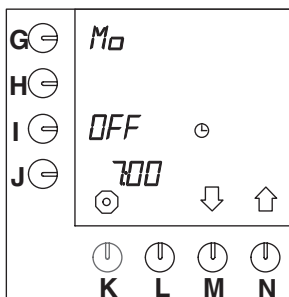

Fig. 43 Préchauffage du container
- Sur l'écran de contrôle, "0" s'affiche à côté de la touche de programmation (I.) (fig.43 ).